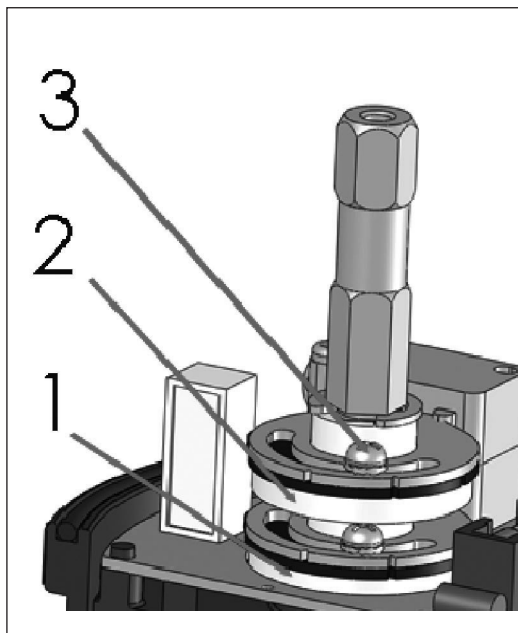

Fig. 6 . Camme di fine corsa
4.6 Regolazione movimento dell'attuatore (fig.6)